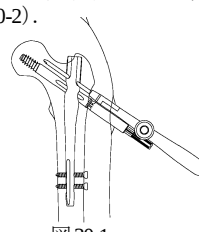
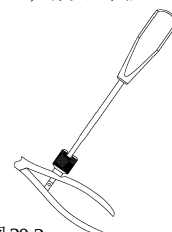

図 30-1
図 30-2
- 27) エクストラピンの長さが不適切で置換が必要な場合は、エクストラピン抜去用プライヤーでエクストラピンを把持し、つまみを締めて引き抜きます（図 30-1）。把持力が足りない場合は、ストレートドライバー L にてプライヤーのつまみを増し締めし、確実に固定して下さい（図 30-2）。